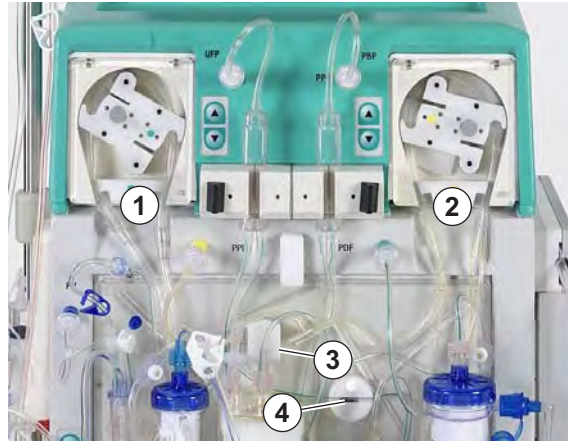

Abb. 5-9 Einlegen der Pumpensegmente
4. Pumpensegment der Ultrafiltrationsleitung in die Ultrafiltrationspumpe einlegen (weiße Markierung links, Abb. 5-9, ①).
5. Pumpensegmente der Plasma- und der Pufferleitung (braun und gelb markiert) nacheinander in die Plasma-/Pufferpumpe (Abb. 5-9, ②) einlegen.
7. Die Plasmaleitung, die vom Plasmafilter kommt, in den Blutleckdetektor (BLD, Abb. 5-9, ③) einlegen
8. Filtratleitung zum Heparinadsorber fest in die Heparinadsorberklemme (HAK, Abb. 5-9, ④) einlegen.